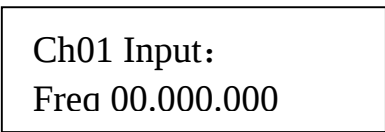

图 31
- (3) 用“△”或“▽”键选择要修改的频道。选到要修改的频道后，按“呼叫”键，当前频道的频率清零，显示图 31。如果出错，可按“扫描”键恢复原频率。
- (4) 用数字键输入新频率。注意在输入频率时，第一位的 0 不要忘记输入。例如要输入频率 5.860MHz，应输入 0586，然后按“呼叫”键确定。如果输入错误可按两次“呼叫”键清零，或者将频率的 8 位全部输入后，再按任一个数字键清零。
- (5) 如要修改其它频道，重复（3）—（4）步。
- (6) 频率全部修改完后，按“功能”键存储，修改结束。如果不想存贮所做的修改，按“扫描”键退出，自适应控制器将保留原频率。如果修改频率前自适应控制器设置为有天调状态，那么自适应控制器将修改过的频率全部调谐一遍，如果设置没有天调，自适应控制器停在当前组内最低频道上。